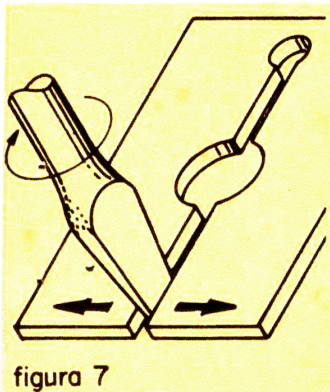

figura 7
9. introduza o dissipador térmico, que deverá ficar firmemente adaptado ao corpo do TAA300. Para facilitar o encaixe, force ligeiramente o dissipador com uma chave de fenda (figura 7);